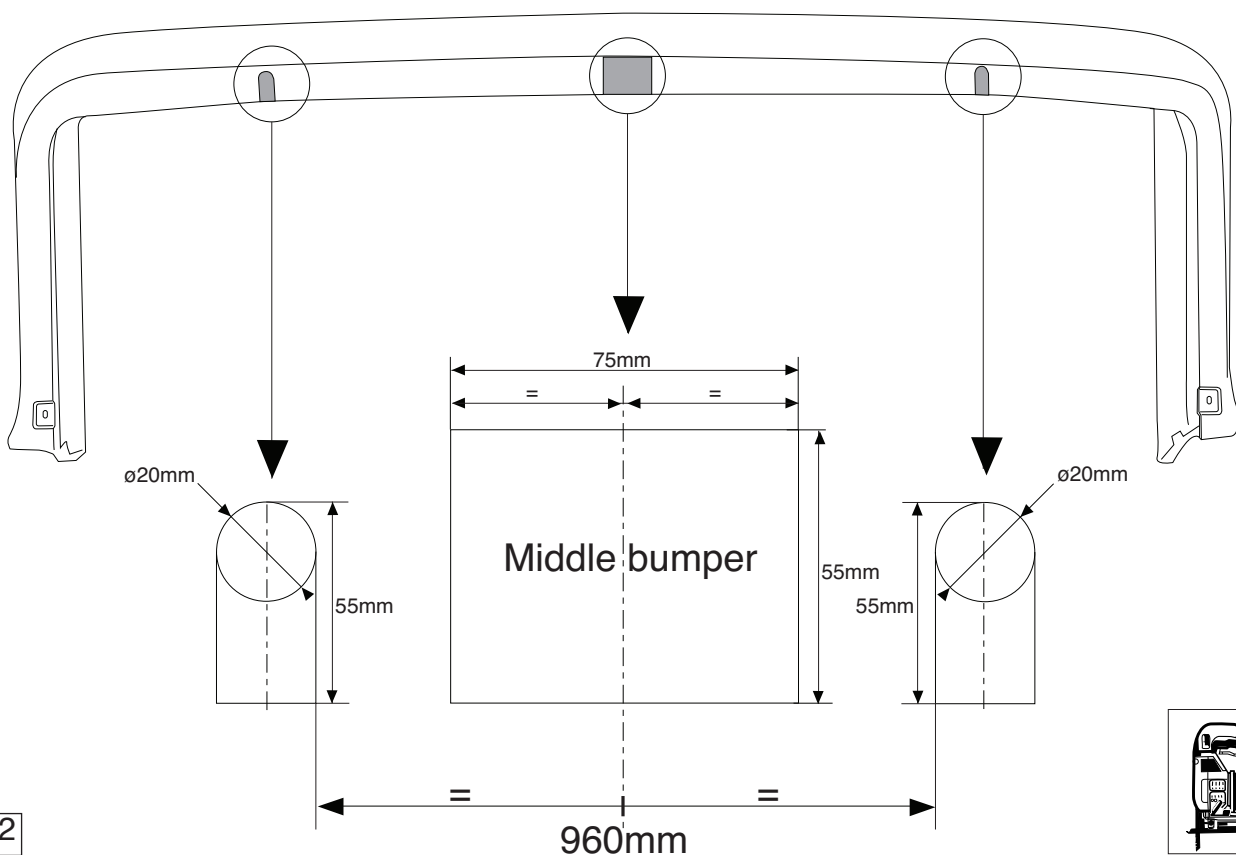

Fig.2
7. Saw out the portions as indicated in fig. 2 or 2a.
7. Scier les parties indiquées conformément à la figure 2 ou 2a.
7. Gemäß Abb. 2 oder 2a die angegebenen Teile heraussägen.
7. Såga ut delarna enligt fig. 2 eller 2a.